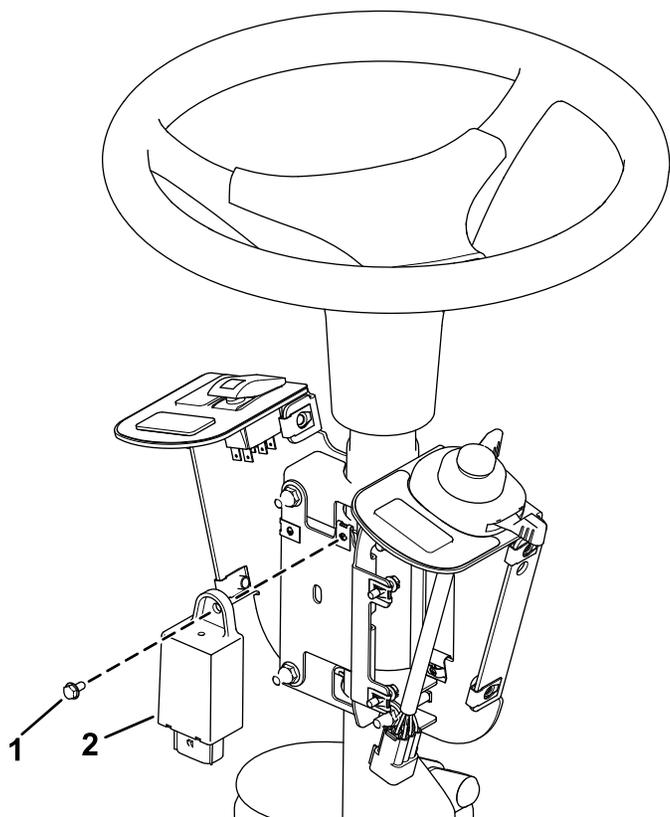

Figure 6
4. Fixez la centrale clignotante sur la plaque de montage des fusibles à l'aide d'une vis (n° 10 x $\frac{3}{8}$ po), comme montré à la Figure 6.